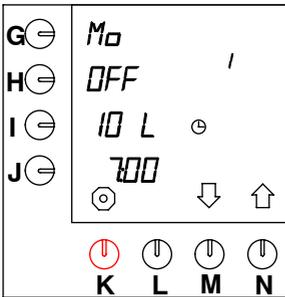

Fig. 45 Impostazioni preprogrammate (inattive)
Sono preprogrammate 14 "impostazioni orarie" per tutti i giorni della settimana. Non appena tali valori vengono attivati mediante la procedura seguente, diventano attivi e visibili solo in modalità utente. Le impostazioni possono essere tutte configurate come si desidera. Le 14 impostazioni sono configurate sui valori standard (vedere fig. 45):
- Premere il tasto di selezione (N.) $\uparrow$  fino a che sullo schermo viene visualizzato quanto illustrato nella fig. 45